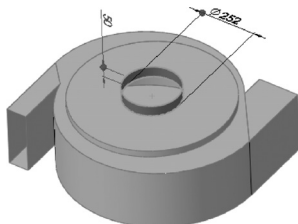

图 4-139 拉伸面操作 2
STEP 8 执行与 **STEP 6** 和 **STEP 7** 相同的操作，在转子面的上部面中创建如图 4-139 所示的拉伸面（中部面通过“删除面”操作将其删除）。